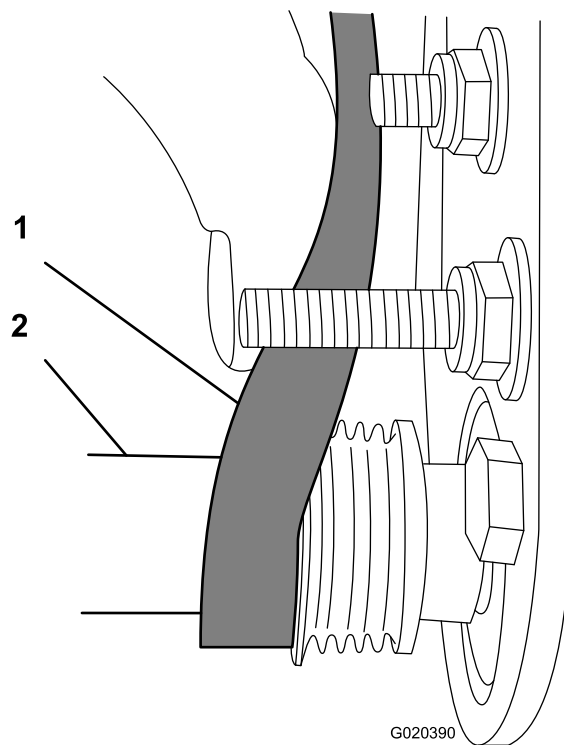

Figura 15
- Ligue a correia na polia **acionada** (Figura 15).
- Utilize uma chave de caixa profunda de 9/16 pol. para rodar o conjunto da escova e orientar a correia para a polia acionada (Figura 15).